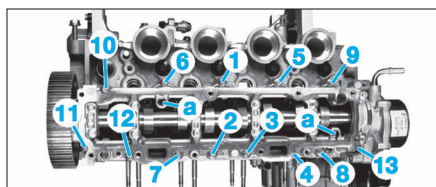

FIG. 63
- Reposer le carter supérieur de paliers d'arbre à cames sur la culasse en le centrant à l'aide de deux pîges (Fig. 63) introduites dans les trous prévus à cet effet.
- Approcher puis serrer progressivement les vis de fixation dans l'ordre indiqué (Fig. 63).